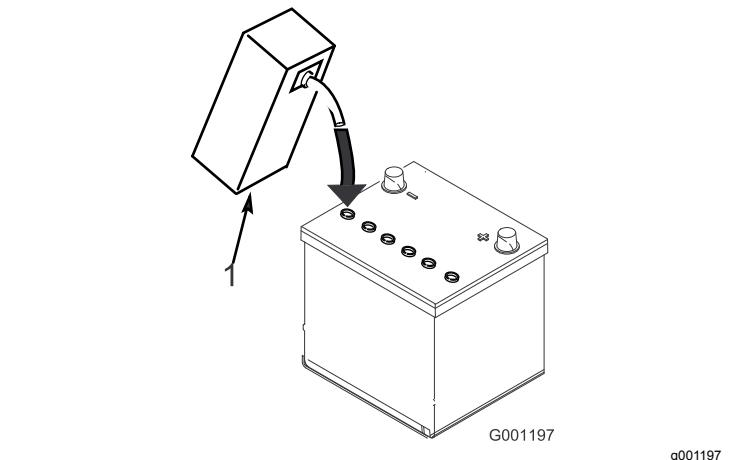

図22
2. 各セルの電極板が液面下6mm程度に水没するまで、電解液を慎重に入れる図22。
3. 電極板が液を吸収するまで20~30分間程度待つ。必要に応じて、電極板が6mm程度水没するぐらいに電解液を補充する図22。